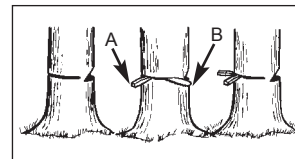

Fig. 11C
1. Gebruik houten of plastic wiggen (G) om te voorkomen dat de ketting (H) of het zwaard in de snede blijft vast zitten (Fig. 11C)